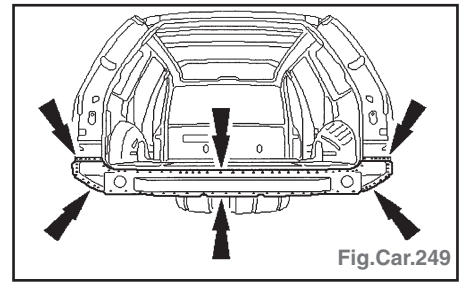

Fig.Car.249
- Fraiser les points de soudure (Fig. Car.249).